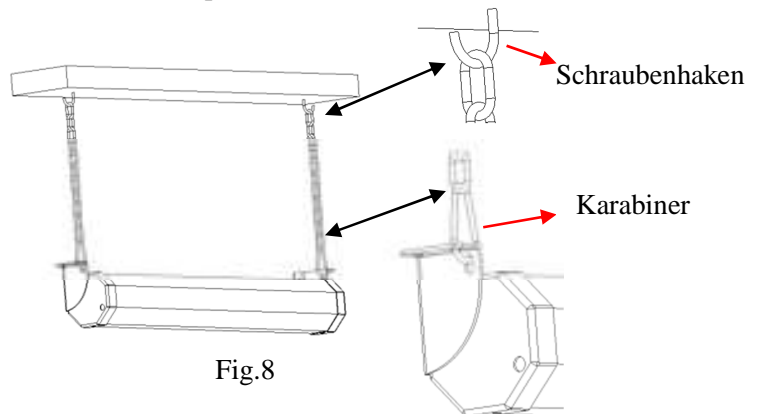

Fig.8
2. Dübel einsetzen und die Schraubenhaken festziehen (see Fig. 8).
3. Die Kette einhängen und mit der Leinwand über die Karabiner verbinden (Fig. 8).